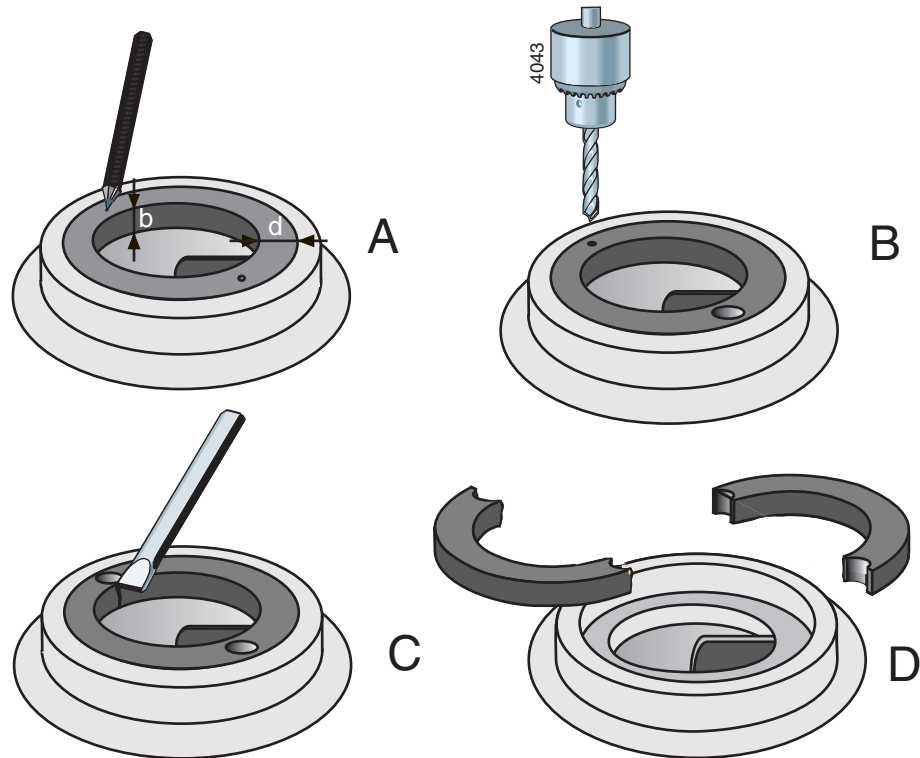

Abbildung 24: Entfernen des Spaltrings.
- 1 Die Dicke (d) und Breite (b) des Ringes messen, siehe Abbildung 24 A.
- 2 An zwei einander gegenüberliegenden Stellen in der Mitte des Rands des Ringes ein kleines Zentrierloch schlagen, siehe Abbildung 24 B.
- 3 Mit einem Bohrer mit einem etwas kleineren Durchmesser als die Dicke (d) des Ringes zwei Löcher in den Ring bohren, siehe Abbildung 24 C. Nicht tiefer ausbohren als die Breite (b) des Ringes. Achten Sie darauf, dass der Passrand des Pumpengehäuses nicht beschädigt wird.
- 4 Danach mit einem Meißel die restliche Ringdicke durchschlagen. Der Ring kann jetzt in zwei Teilen aus dem Pumpengehäuse herausgenommen werden, siehe Abbildung 24 D.